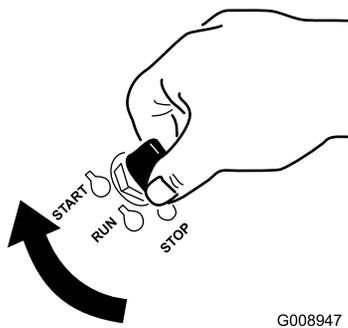

Bild 17
7. Drehen Sie den Zündschlüssel auf die Start-Stellung (Bild 17). Lassen Sie den Schlüssel los, sobald der Motor anspringt.